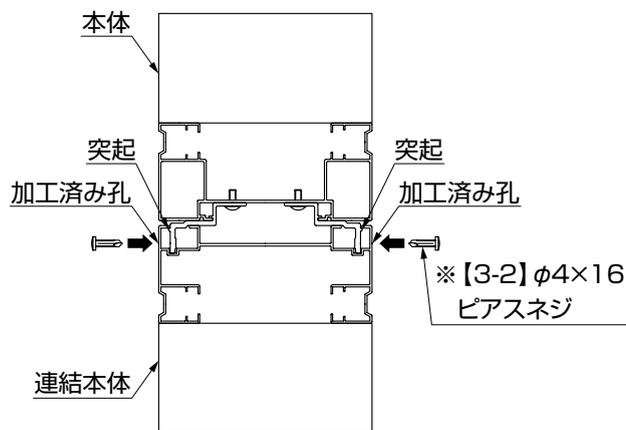

図5-6
- ①連結本体の先頭框に、片開親子連結部材のついた本体を、連結本体と本体の高さを合わせながら挿入してください。(図5-6参照)